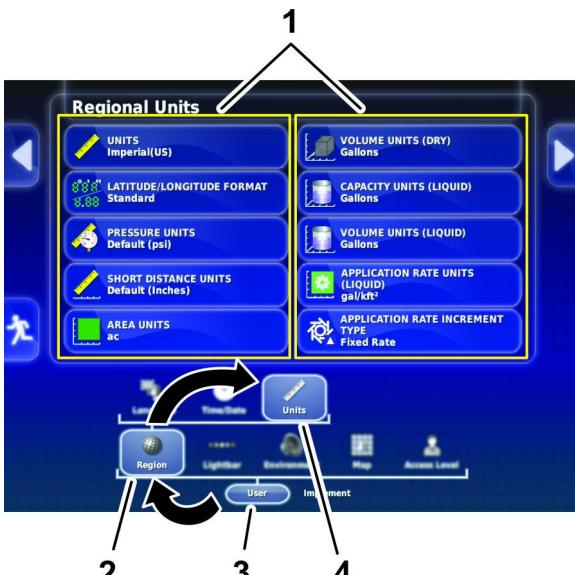

Рисунок 19
2. Нажмите на значок пользователя (User) (Рисунок 19).
3. Нажмите на значок региона (Рисунок 19).
4. Нажмите на значок единиц измерения (Рисунок 19).